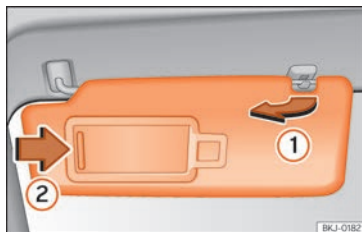

Fig. 79 Para-sol.
- El para-sol es pot extreure de la fixació i girar-se cap a la porta »» fig. 79 ①.